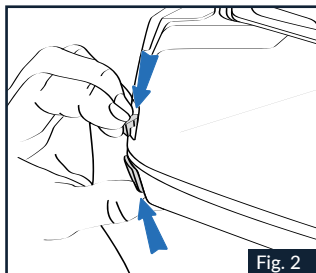

Fig. 2
1.2 Den Zeigefinger auf den Öffnungshebel legen und diesen nach unten drücken, um das Kinnenteil zu entriegeln (Abb.2).